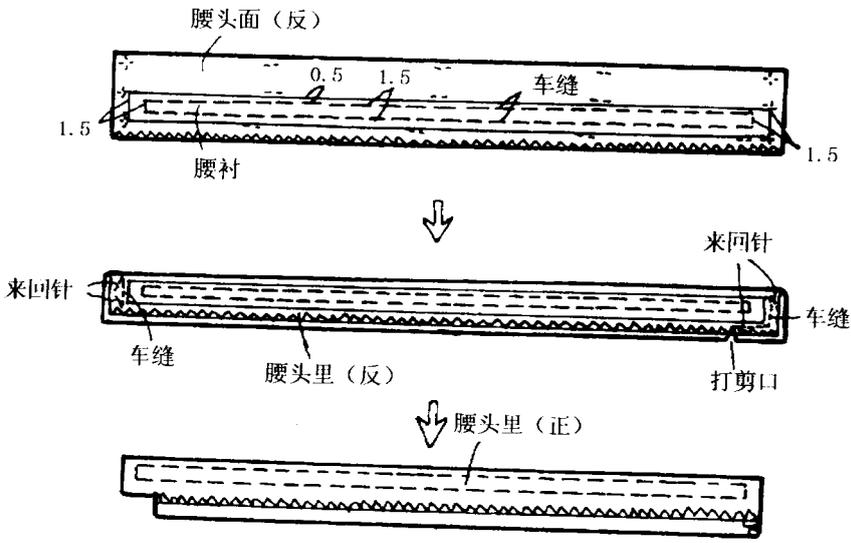

图2-14
14. 缝制腰头。将腰衬放在腰头里的反面，与腰头里车缝固定。再将腰头里与腰头面正面对，在腰头左侧顺净印纵向车缝，在腰头右侧顺净印纵向车缝后再横向车缝，横向车缝的长度与搭头长度相等。然后将缝份向腰头面方向扣烫，再将腰头里与腰头面正面翻出。见图2-14。